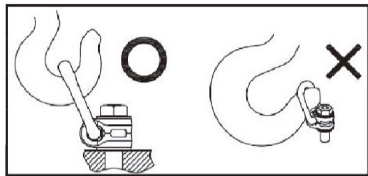

FIGURA 1
- Coloque el accesorio de elevación asegurándose que exista un espacio libre en la anilla y que asiente bien. (FIGURA 1)